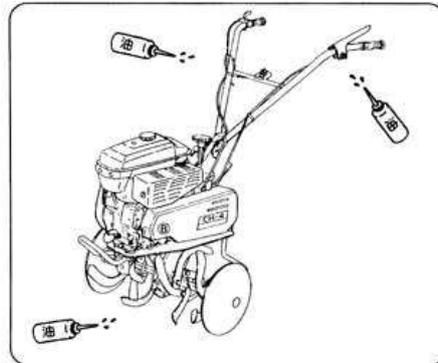

図35
4) 注 油(図35)
- ① 各作動部分には油差しで注油してください。
- ② 各々のレバー類と軸受部分等
- ③ 各々のワイヤには注油口よりワイヤを 작동させがらおこなってください。特に露出部分には念入りにおこなってください。